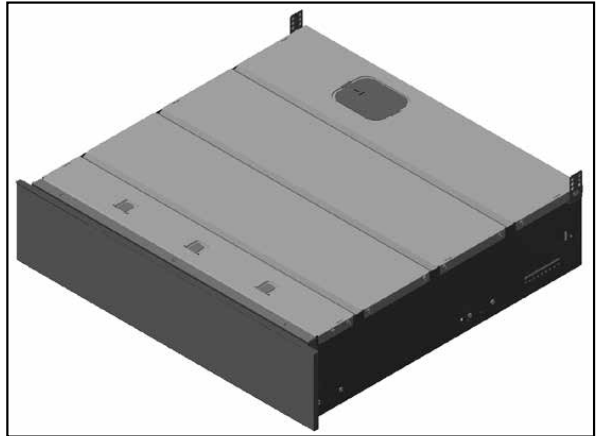

Abb. 1
- Nr. 1 Verpackungsmaschine (**Abb. 1**).